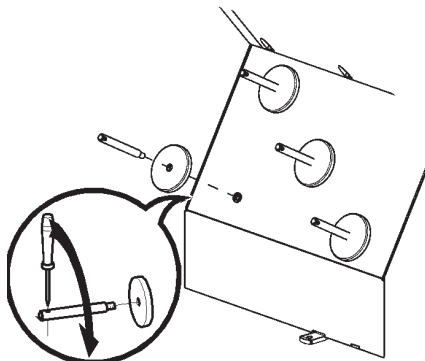

Figure 8
**C.** Installer les chevilles pour accessoires (Figure 8). Bien serrer.